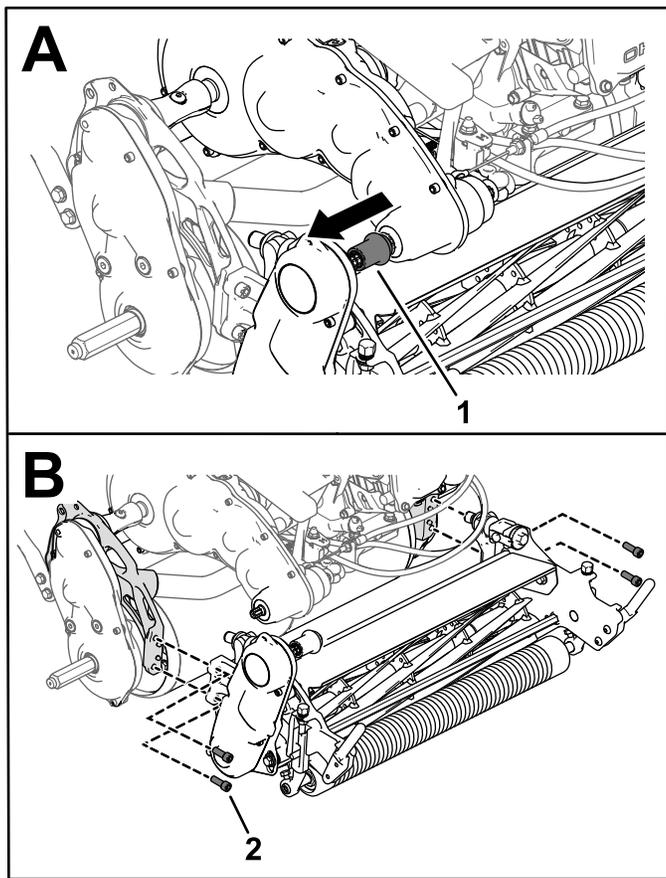

图 51
3. 从变速箱驱动轴松开滚刀组驱动联轴器（图 51）。
4. 卸下将滚刀组固定到机架上的六角头螺丝（图 51）。